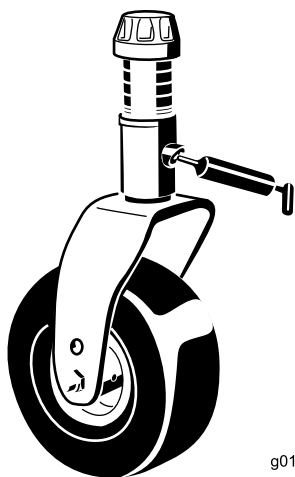

Figura 64
- 2 casquillos del eje de la horquilla de la rueda giratoria (Figura 64)